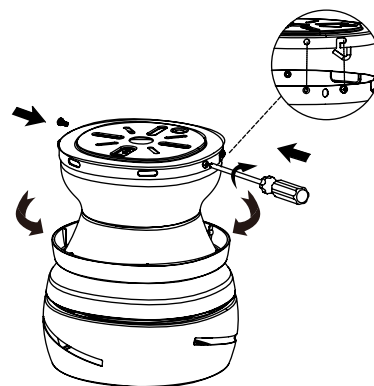

Fig. 11
Étape 1. Retirez le bloc-moteur du crochet du support de fixation au plafond et poussez le bloc-moteur vers le haut jusqu'à ce que les deux vis du support de fixation du plafond s'engagent dans les trous oblongs du capot du bloc-moteur. Tournez légèrement le bloc-moteur jusqu'à ce que les deux têtes de vis soient dans les trous oblongs. Installez les deux vis précédemment retirées et serrez les quatre vis. (Fig. 11)